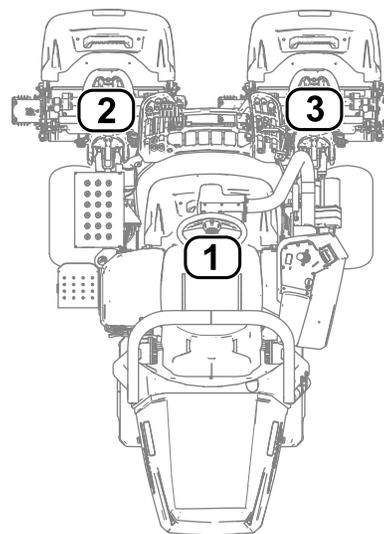

図 25
- 1 は中央カッティングユニット 図 25
- 2 は左前カッティングユニット 図 25
- 3 は右前カッティングユニット 図 25